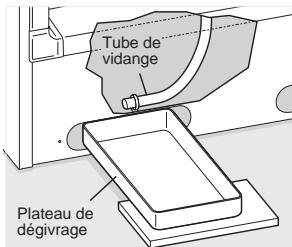

figure 1
• **Sur les modèles verticaux avec système de vidange de l'eau de dégivrage** (figure 1), enlever le bouchon de vidange au fond du appareil en le tirant directement. Pour accéder au tuyau de vidange extérieur sur les modèles munis d'un panneau inférieur, vous devez au préalable retirer ce panneau inférieur fixé au appareil par deux vis. Le tuyau de vidange est situé près du centre gauche sous l'appareil. Placez un récipient creux sous le tuyau de vidange. L'eau du dégivrage va s'y écouter. Vérifiez de temps à autre que l'eau ne déborde pas. Un demipouce adaptateur de tuyau de jardin peut être utilisé pour vidanger l'appareil directement dans un égout. Si votre modèle n'est pas équipé avec un adaptateur, celui peut être acheté à la plupart des magasins de matériel. Remettez le bouchon en place lorsque le dégivrage et le nettoyage sont terminés. Si le bouchon de vidange est resté ouvert, de l'air chaud peut entrer dans l'appareil.